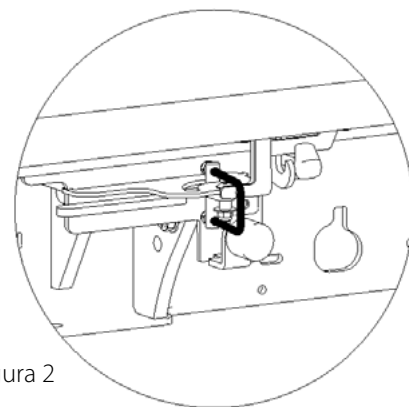

Figura 2
- Prima della partenza, assicuratevi che il portello posteriore sia ben agganciato e bloccato tramite i 2 ganci (figura 2).
Far ruotare i ganci da una parte e dall'altra del portello (figura 2) in modo da sbloccarlo prima di effettuare il ribaltamento (apertura automatica dei ganci delle bocchette inferiori).
- Verificare che il gancio di fissaggio del quadro della porta sia inserita (figura 2).